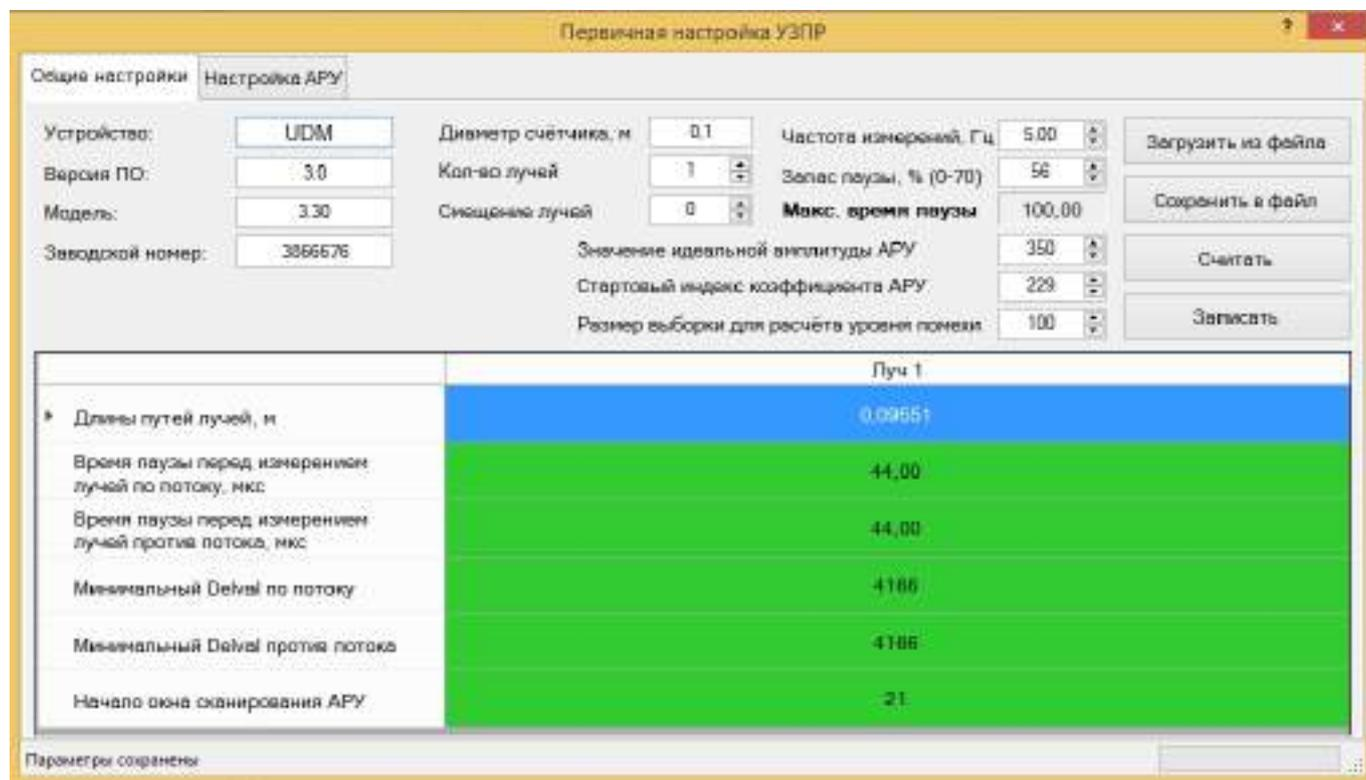

Рисунок 5.2 – ЭФ Первичная настройка плотномера
- в открывшемся окне (Рисунок 5.2) ввести новое значение идеальной амплитуды АРУ и нажать кнопку "Записать".